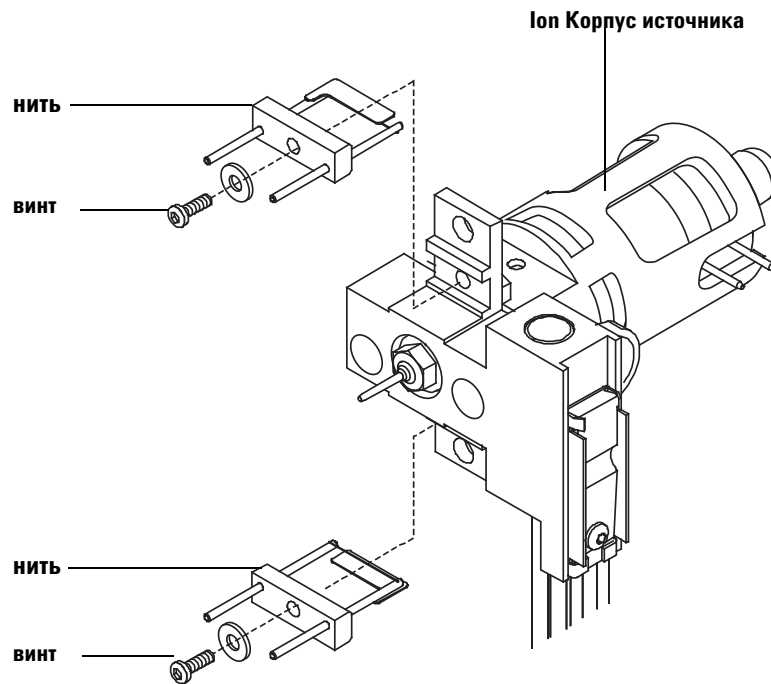

Рис. 33 Замена нити
- 4 Снимите винт, крепящий нить накала на корпусе ионного источника. (См. **Рис. 33.**)
- 5 Удалите нить из блока корпуса ионного источника. (См. **Рис. 33.**)
- 2 Установите новую нить накала в корпусе ионного источника (См. **Рис. 33**)